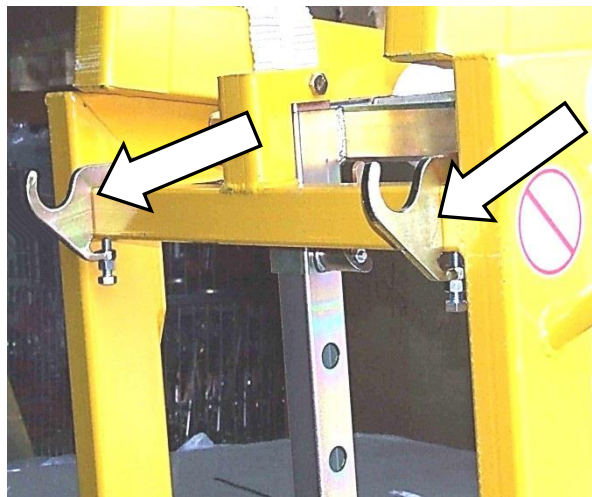

Abb. 7
6.) O suporte de malha está agora pronto a ser utilizado → Abb. 7